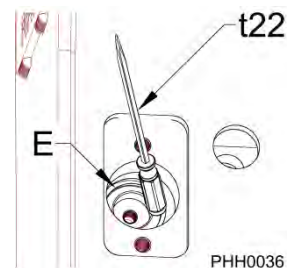

Figure 9
3. Enduire la goupille de retenue (D) de graisse, puis installer.
4. Installer l'anneau de la goupille de retenue (E) à l'aide d'un tournevis (t22) comme illustré à la figure 9.